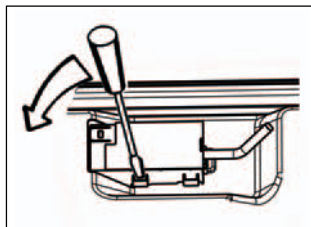

Fig. 8
- Prima ligeiramente e levante (Fig. 8).